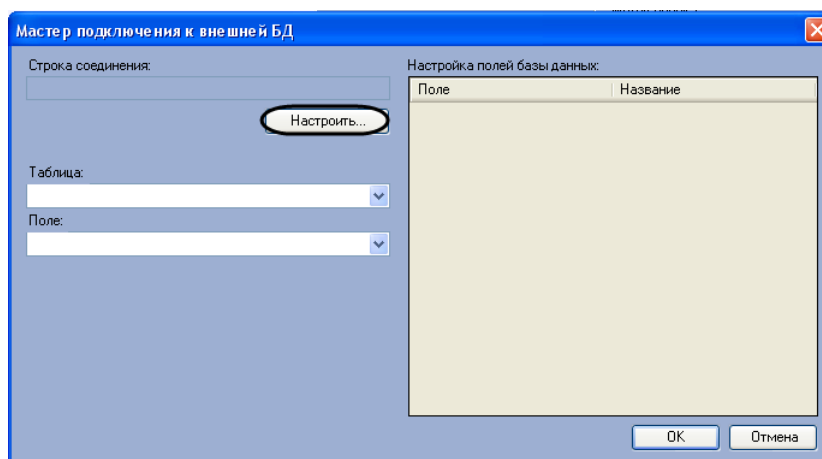

Рис. 7.5-2. Мастер подключения к внешней базе данных
4. В появившемся диалоговом окне «Мастер подключения к внешней БД» нажать кнопку «Настроить» (Рис. 7.5-2).